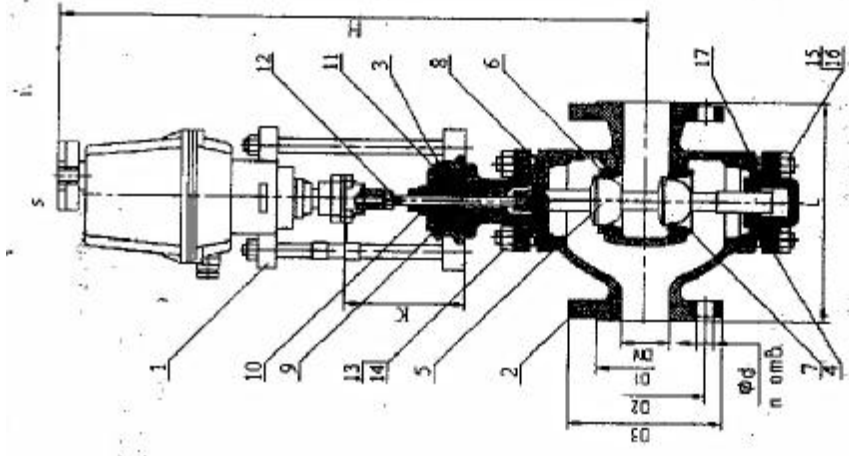

Рис.2. Основные узлы и габариты клапана
1.7.1. Основные узлы и детали клапана показаны на рис.2.:
- 2.7.2. Полную разборку клапана (см. рис.2) производить в следующем порядке:
2.7.4. При сборке клапана необходимо произвести настройку присоединительного размера К (см. рис.2).